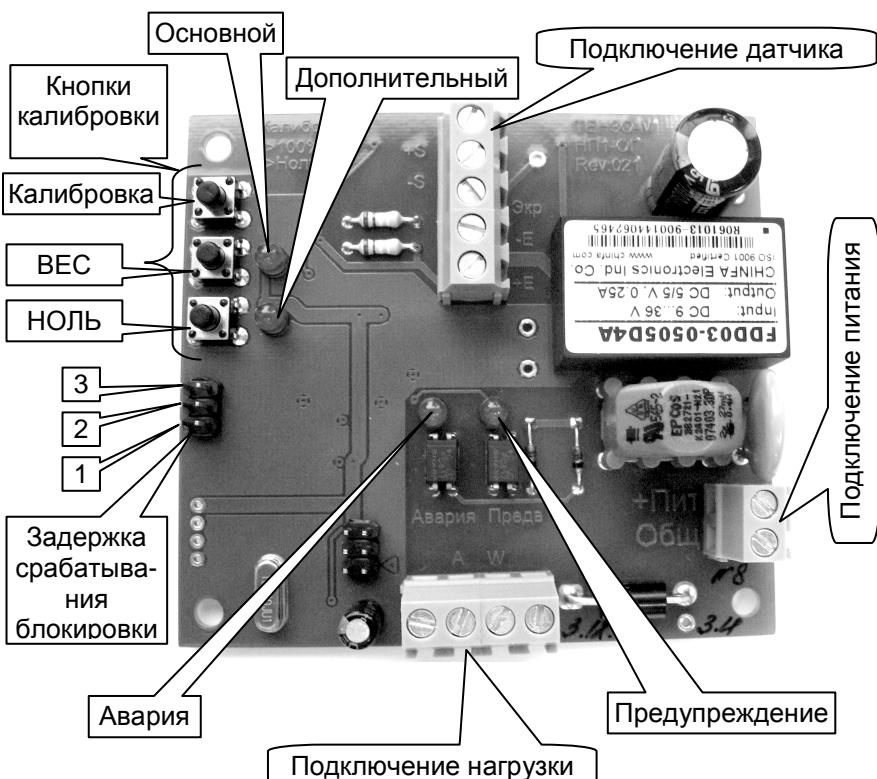

Рис. 6.1. Внешний вид Преобразователя
На Рис. 6.1 изображён внешний вид Преобразователя.
7.1. Подключить к соединителю Преобразователя тензометрический датчик (см. Рис. 6.1, «Подключение датчика»).
8.1. Преобразователь включается после подачи на соответствующий соединитель напряжения питания (см. Рис. 6.1, «Подключение питания»).
9.2. Если Преобразователь откалиброван, то при значении веса груза на грузоприёмном устройстве, не превышающем номинальной грузоподъёмности, на выходе «Авария» (см. раздел 16.3) будет выдаваться сигнал и светодиод «Авария» будет светиться (см. Рис. 6.1).
10.1. Установка времени срабатывания производится джамперами «Задержка срабатывания блокировки» (см. Рис. 6.1).
11.1. Нажмите на кнопку «Калибровка» (см. Рис. 6.1). После этого загорятся оба светодиода состояния: «Основной» и «Дополнительный».
11.7. **ВНИМАНИЕ!!!** В случае успешного проведения калибровки и отсутствии нагрузки на грузоприёмном устройстве на выходе «Авария» (см. раздел 16.3) будет выдаваться управляющий сигнал и светодиод «Авария» будет светиться (см. Рис. 6.1).